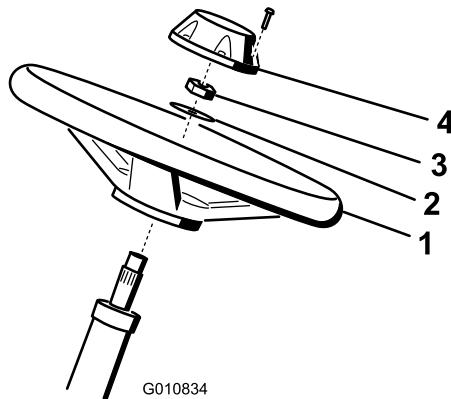

Figure 4
1. Glissez le volant sur l'arbre de direction (Figure 4).
2. Glissez la rondelle sur l'arbre de direction (Figure 4).
3. Fixez le volant sur l'arbre avec un écrou de blocage serré à un couple de 27 à 35 Nm (Figure 4).
- Fixez le couvre -moyeu au volant avec une vis (Figure 4).